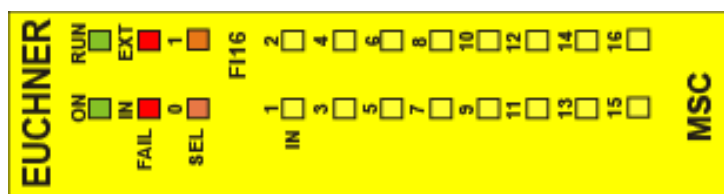

Figure 34 :
8.4.7. Module FI16 (Figure 34)